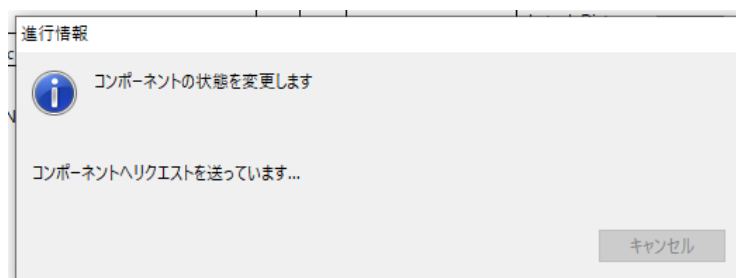
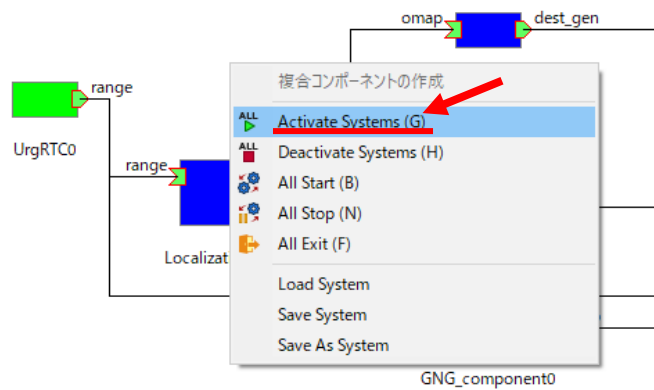
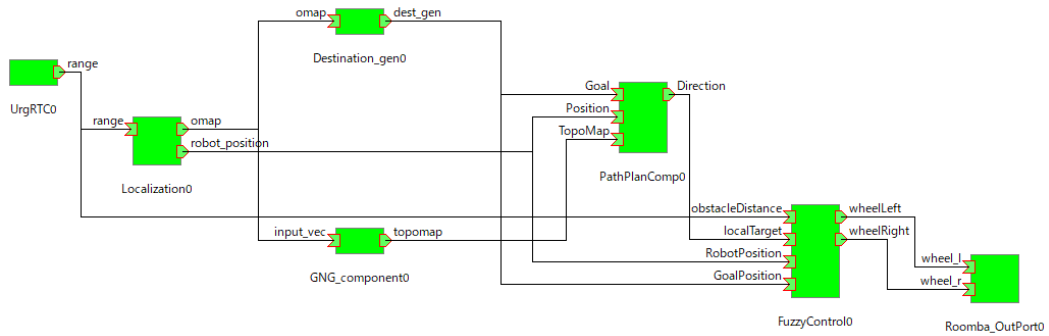

図 39 [進行情報] ウィンドウ
図 40 [System Editor]上の空白部分で[右クリック]し、表示させた[ALL Activate Systems]
図 41 すべての RTC が有効となった状態
- ② 図 39 の [進行情報] ウィンドウが表示され, これが閉じたことを確認した後に, 図 40 のように [System Editor] 上の空白部分で [右クリック] し, [ALL Activate Systems] をクリックし, 図 41 のようにすべての RTC が有効になり, OpenCV のウィンドウが 3 つ表示される.